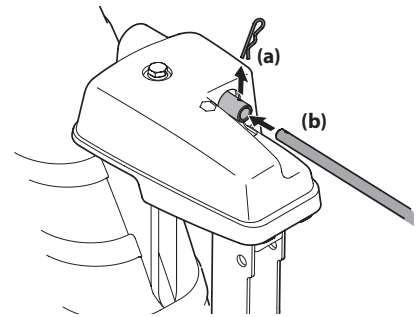

Figura 2-21
5. Retire el sujetador de horquilla (a) de la parte posterior del cabezal de control del canal. Consulte Figura 2-21.
6. Inserte la varilla de control del canal (b) en la parte posterior del cabezal de control del canal. Consulte Figura 2-21. Sujete la varilla de control del canal al conjunto del control del canal con el sujetador de horquilla (a) que extrajo en el Paso 5.